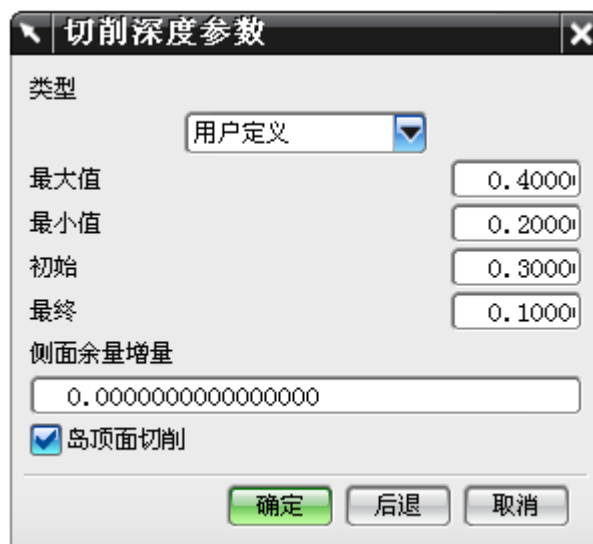

图 8-81
- 单击 , 设置如图 8-81 所示的切深参数, 单击 OK。